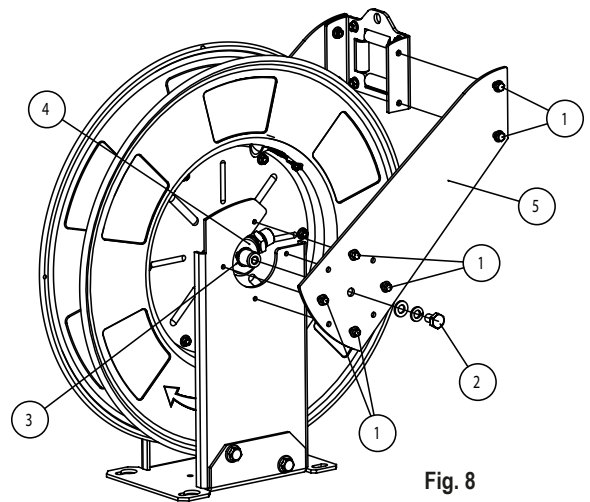
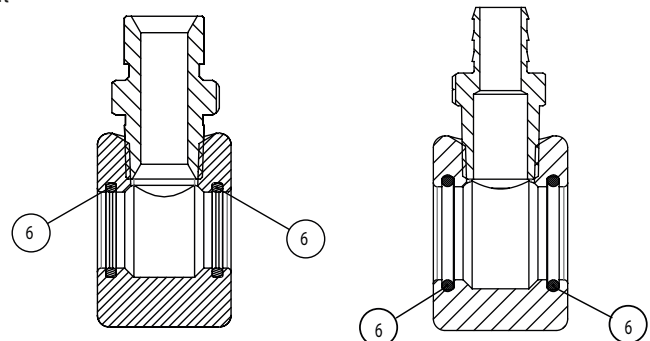

Fig. 8
Fig. 9
2. Loosen the screws (1) and (2) (fig. 8), to be able to remove the upper arm.
3. Remove the Circlip (3), and pull out the swivel assembly (4).
4. Replace the seals (6) (fig. 9).
2. Lossa skruvarna (1) och (2) (fig. 8) så att övre armen kan avlägsnas.
3. Ta bort låsringen (3) och dra försiktigt bort sviveln (4).
4. Byt ut packningarna (6) (fig. 9).
2. Desenrosque los tornillos (1) y (2) (fig. 8), lo que permitirá desmontar el brazo superior del enrollador (5).
3. Retire el Circlip de seguridad (3), y saque el conjunto rótula (4).
4. Sustituya las juntas (6) (fig. 9).